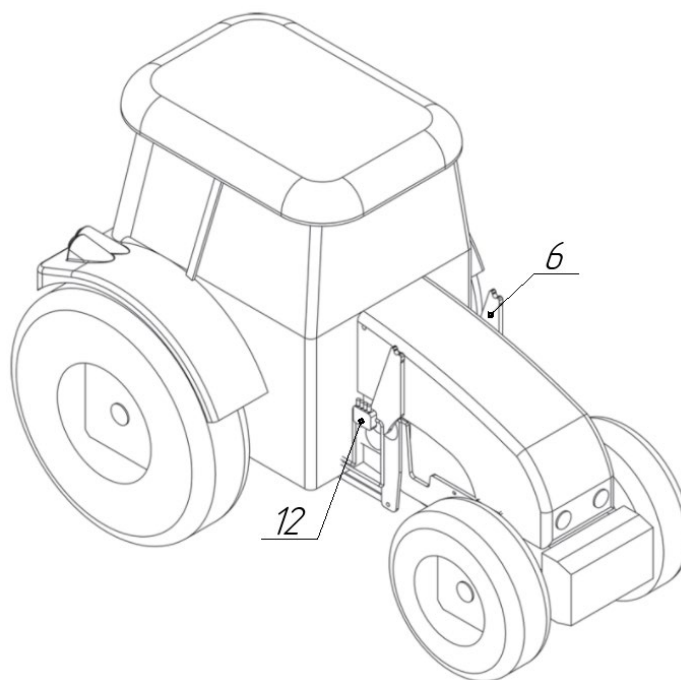

Рисунок 2 – Рама оборудования
- Гидравлический распределитель 12 (см. рис. 2).